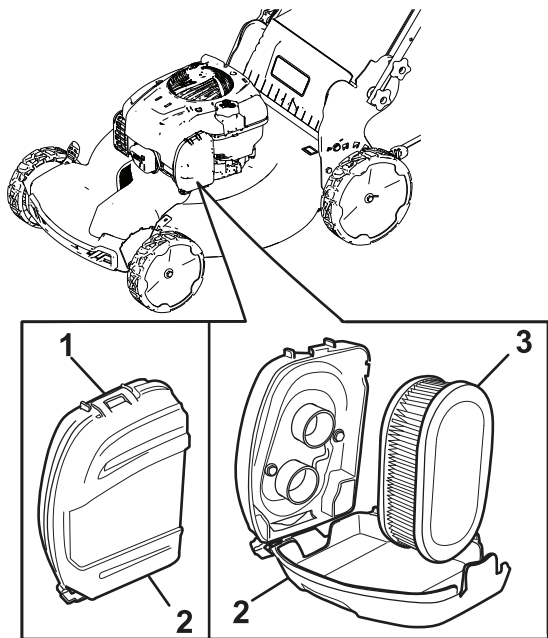

Figura 20
- 1. Abra los cierres de la parte superior de la tapa del filtro de aire (Figura 20).
- 2. Retire el filtro de aire (Figura 20).